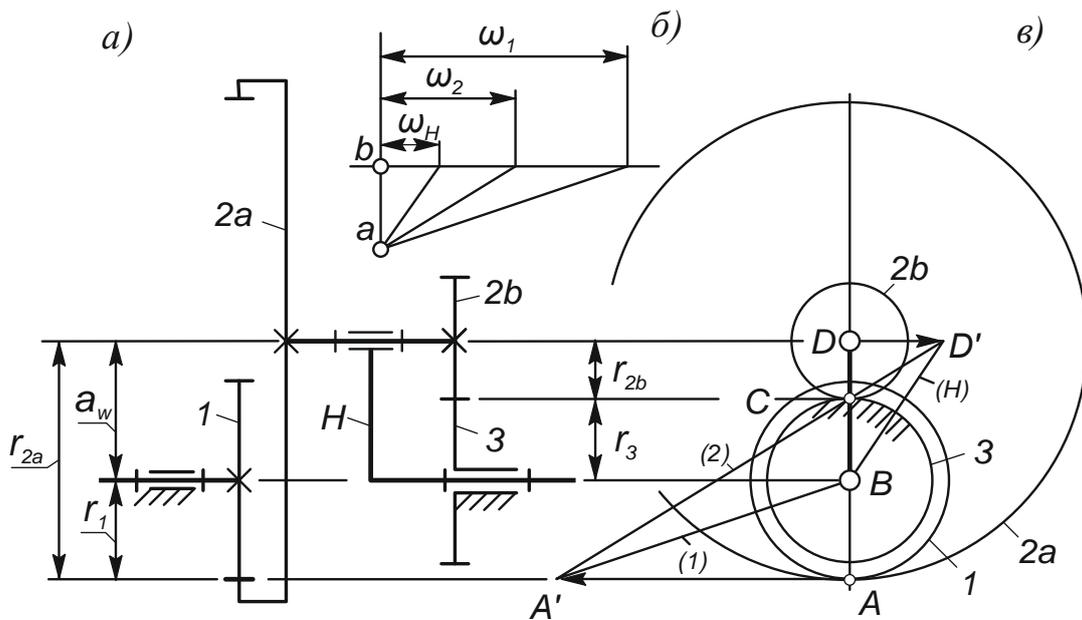

Рис. 6. Картины скоростей планетарной передачи
Для самоконтроля передаточное отношение планетарной передачи определяют также графически. Это делают с помощью картины скоростей – сначала линейных (рис. 6, в), затем угловых (рис. 6, б).
Для повышения точности отрезок  $AC$  – он же  $a_w$  – (рис. 6, в, а) должен быть как можно больше, например в 1/2 листа по вертикали. При этом придётся мириться с тем, что некоторые окружности возможно не впишутся в лист. Важно лишь, чтобы вписались центры колёс –  $B$ ,  $D$  и полюса зацеплений –  $A$ ,  $C$ .
Чтобы построить картину угловых скоростей, на вертикальной прямой откладывают произвольный отрезок  $ab$  (см. рис. 6, б). Через точку  $b$  проводят горизонталь. Из точки  $a$  проводят пучок лучей, параллельных линиям распределения скоростей ( $H$ ), (2), (1) (см. рис. 6, в). Лучи отсекают на горизонтали отрезки, пропорциональные угловым скоростям  $\omega_H$ ,  $\omega_2$ ,  $\omega_1$ , соответственно. Искомое передаточное отношение определяют по формуле
8. По вычисленным радиусам начертите фронтальную проекцию вашей планетарной передачи – вид вдоль оси вращения водила. В разобранный выше примере это вид в, рис. 6.